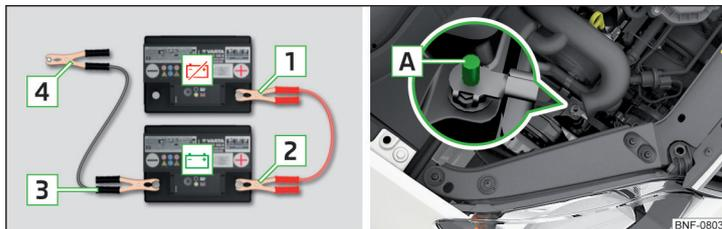

Fig. 155 Démarrage assisté : - batterie déchargée, - batterie d'alimentation / masse du moteur sur le système START STOP
- Sur les véhicules **avec** le système START STOP, branchez la borne **4** sur la masse du moteur **A** » fig. 155.